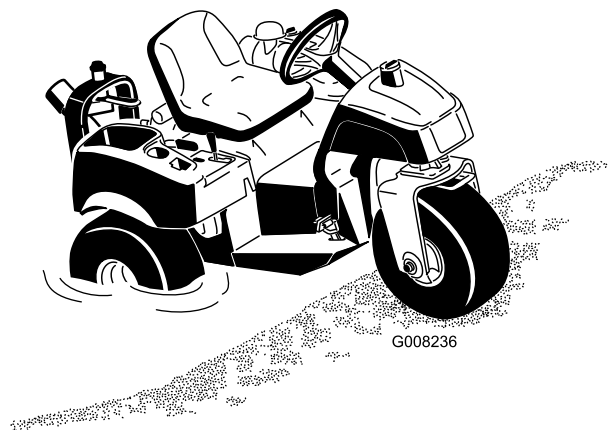

Figura 11
1. Arranque el Sand Pro y entre despacio en marcha atrás en la zona del búnker que sea menos profunda. El agua nunca debe llegar por encima de los cubos de las ruedas del Sand Pro (Figura 11).